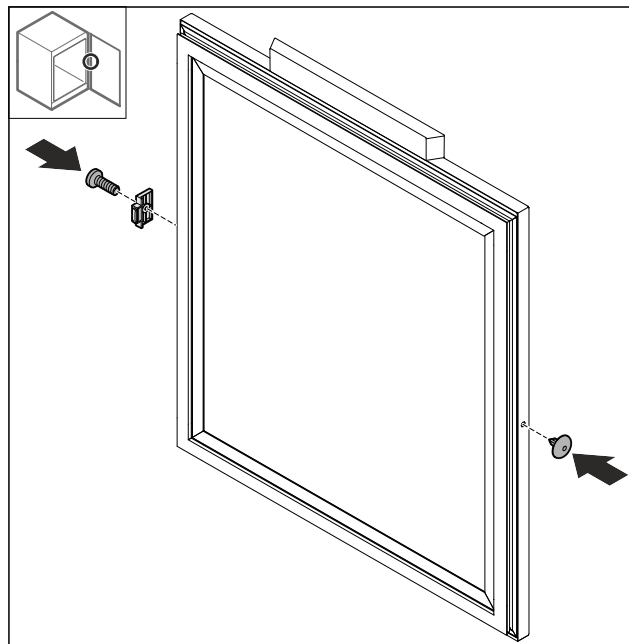

Fig. 73
- Monter dørstopperen Fig. 73 (1) på den modsatte side drejet 180°.
- Indsæt afdækningen Fig. 73 (2) på den modsatte side.